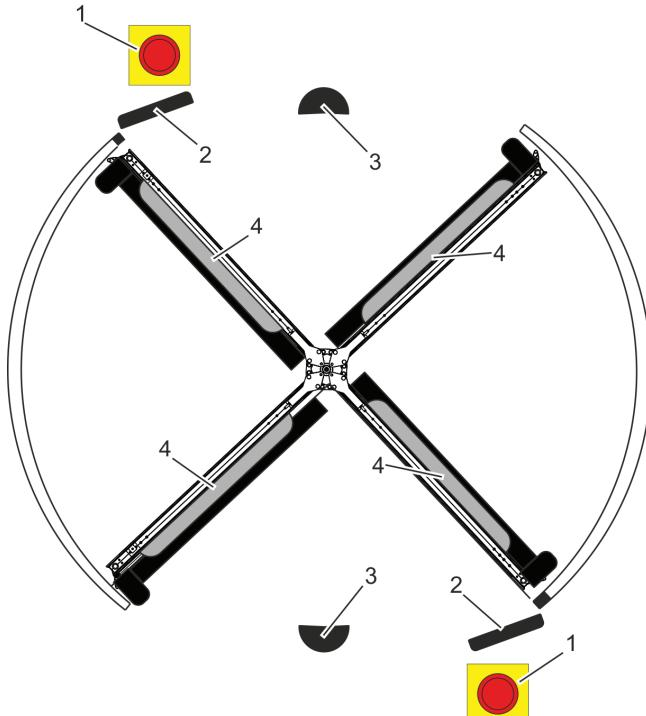

Рис. 56 Проверка датчиков
- Убедиться в отсутствии людей внутри карусельной двери, нажать на кнопку аварийного останова (рис. 56/1) со стороны входа или выхода.
- Проверить наличие посторонних предметов или грязи в пределах радиуса действия датчиков канопе (рис. 56/2). При необходимости убрать посторонние предметы или грязь.
- Проверить наличие посторонних предметов или грязи в пределах радиуса действия датчиков движения (рис. 56/3). При необходимости убрать посторонние предметы или грязь.
- Проверить наличие посторонних предметов или грязи в пределах радиуса действия датчиков предварительного обнаружения на створках (рис. 56/4) или передних стойках. При необходимости убрать посторонние предметы или грязь.
- Убедиться в отсутствии людей внутри карусельной двери и отжать кнопку аварийного останова (рис. 56/1).
6. Если датчики (датчик движения/датчик предварительного обнаружения) не начнут нормально работать даже после удаления посторонних предметов или грязи, нужно нажать на кнопку аварийного останова (рис. 56/1) и зафиксировать карусельную дверь в положении, в котором через нее никто не сможет пройти. Обратиться в компанию DORMA (Отдел по работе с клиентами, стр. 5).